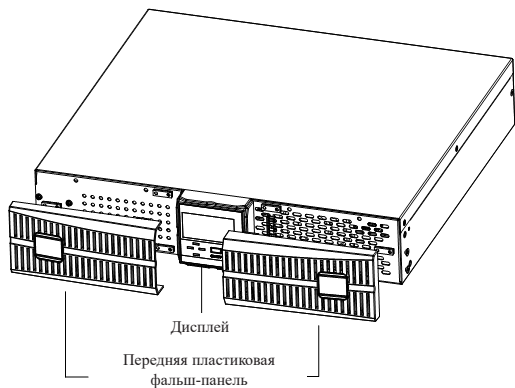

Рис. 2-2. Снимите переднюю панель
- а. Снимите передние панели, как показано на рис. 2-2;